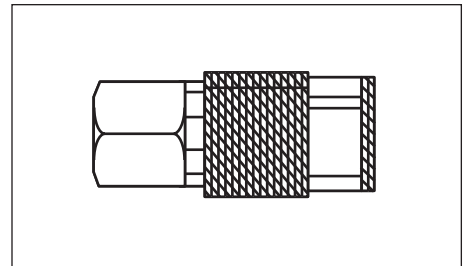

Figure 6 - Raccord Rapide
**RACCORD RAPIDE** — Un coupleur rapide conçu pour fonctionner en combinaison avec un bouchon rapide pour joindre facilement et rapidement un outil pneumatique en tuyau à air (*Voir Figure 6*).